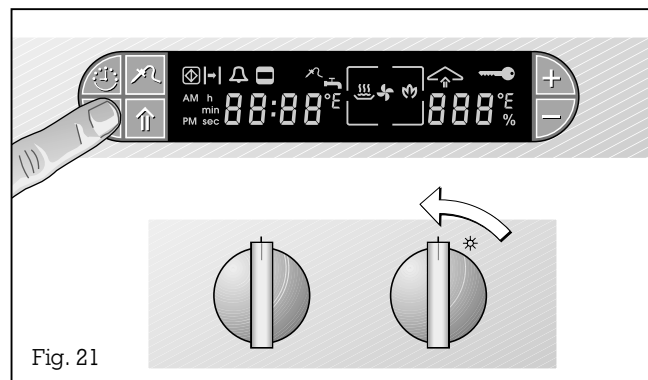

Fig. 21
- Mettez le bouton «Température» en position 0 (fig. 21).